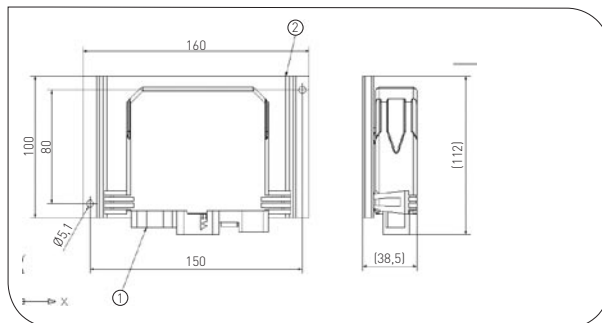

Figura 4.4
El montaje del mando (1) se realiza utilizando los dos puntos de fijación sobre el adaptador (2) y dos tornillos de diámetro 5 (véase la figura 4.4). Los puntos de fijación en el vehículo tienen que adaptarse al tipo de vehículo correspondiente.